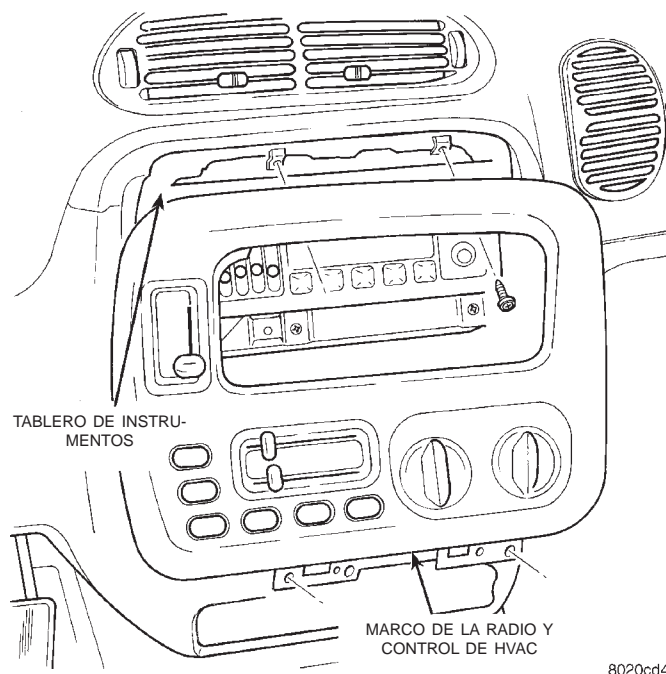

Fig. 54 Marco de la radio y control de HVAC
(6) Retire los tornillos que fijan la parte inferior del marco en el tablero de instrumentos (Fig. 54).
(7) Retire los tornillos que fijan la parte superior del marco en el tablero de instrumentos.
(8) Retire el marco del tablero de instrumentos.
(9) Desconecte el conector de cables de la parte posterior del conmutador del aventador trasero, si está equipado.
(10) Desconecte el conector de cables de la parte posterior del control de HVAC.
(11) Retire el marco.